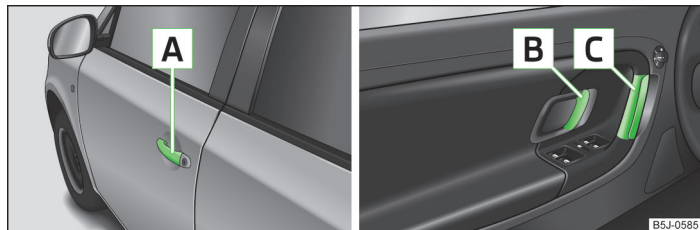

Fig. 11 Tirador/palanca de apertura de la puerta
- Desbloquear el vehículo y tirar del tirador **A** » fig. 11 de la puerta correspondiente.